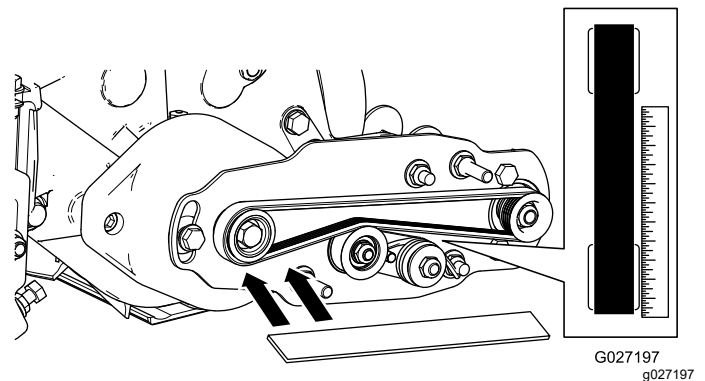

Bild 16
- Legen Sie ein Lineal entlang der Außenseite der **Antriebsscheibe** (**Bild 16**). Legen Sie das Lineal **nicht** über die Antriebsscheibe und die Antriebsriemenscheiben.